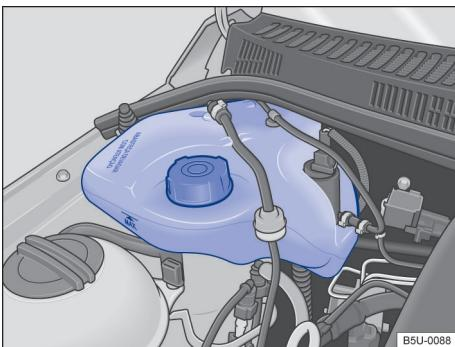

Fig. 133 No compartimento do motor: reservatório de gasolina para o sistema de partida a frio.
O reservatório de gasolina do sistema de partida a frio encontra-se no compartimento do motor, no lado direito → **Fig. 133**.
- Nunca ultrapassar a marca "MAX" indicada no reservatório → **Fig. 133**.